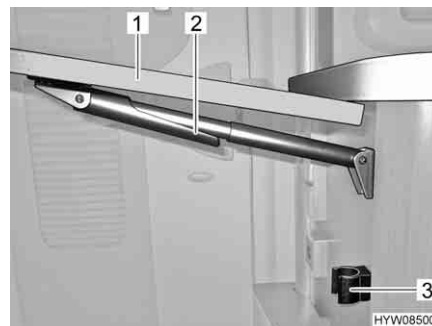

Fig. 74 Chiusura del tavolo ribaltabile su bancone
- Afferrare il tavolo ribaltabile su bancone (Fig. 74,1) sull'esterno e sollevarlo leggermente. Con l'altra mano ruotare e abbassare il dispositivo di fissaggio (Fig. 74,2) sul supporto telescopico.
- Orientare il piano del tavolo verso il basso, finché il supporto telescopico non ingrana nel supporto (Fig. 74,3).